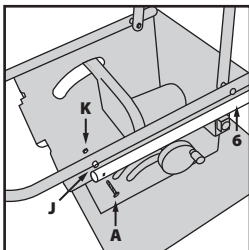

Abb. 10
- Befestigen Sie Bauteil **3** mit dem Rest des Untergestell-Zusammenbaus, benutzen Sie die verbleibenden Befestigungsteile markiert als **A, J** und **K (Abb. 10)**. Es könnte helfen, Bauteil **4** aus dem Weg zu räumen.